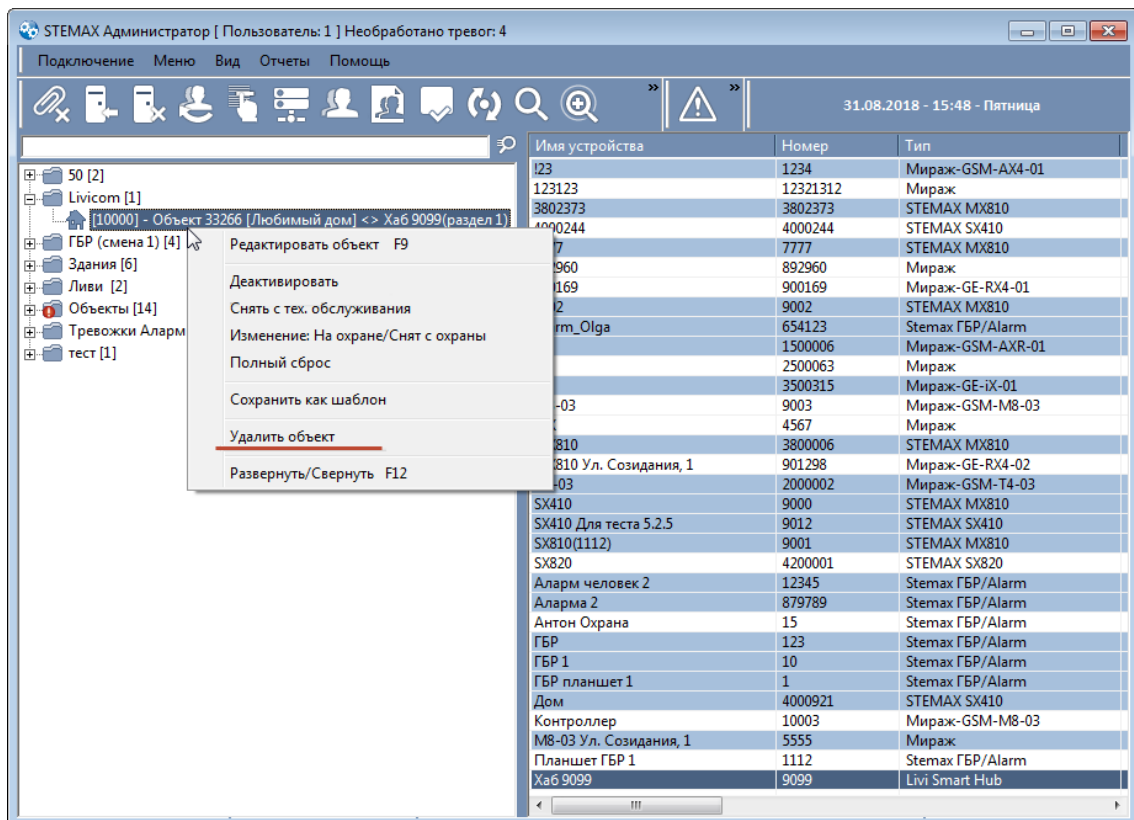

Рисунок 8.7 – Отключение услуги охраны
3. Нажмите правую кнопку мыши и в контекстном меню выберите пункт *Удалить объект* (см. рисунок 8.7).